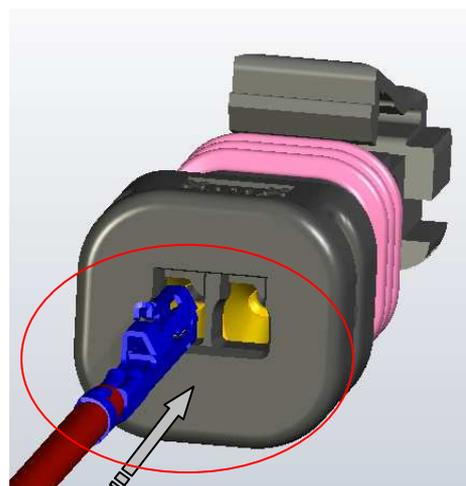

Fig.1
- WATCH FOR THE CORRECT ORIENTATION OF THE CONTACTS INTO THE HOUSING AT ASSEMBLING. A ADDITIONAL HELPING INDICATOR IS THE LOCKING LANCE WHO SHOWS TO 2nd LOCKING AS SHOWN IN FIG.1 & 2.
- Beim Bestücken ist auf die richtige Orientierung der Kontakte in das Gehäuse zu achten. Als zusätzliche Hilfe hierzu dient die Rastfeder die zur 2.Kontaktsicherung zeigt, wie in Fig.1 & 2 dargestellt